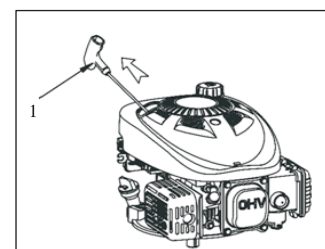

Fig.3
⚠ VOORZICHTIG: Laat de startgreep (1) niet terug schieten tegen de motor. Laat de startgreep voorzichtig terugkeren naar zijn oorspronkelijke positie om schade aan de starter te voorkomen. (Fig.3)